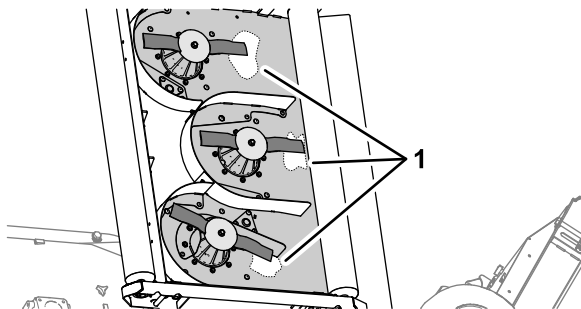

Рисунок 65
- Очистите нижнюю часть деки газонокосилки в зоне, находящейся рядом с режущей кромкой в задней части ножа (Рисунок 65).